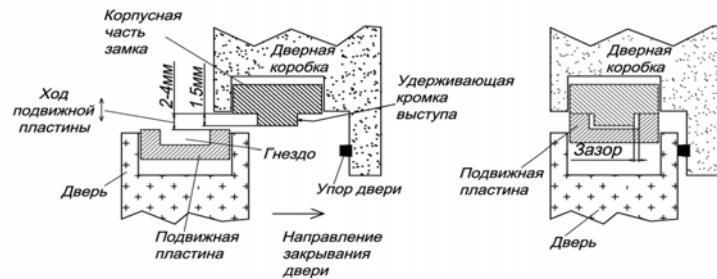

Рис.7
5.6 В закрытом положении двери между рабочими кромками на удерживающем выступе и в гнезде должен сохраняться гарантированный ЗАЗОР. При этом подвижная пластина якоря не должна защемляться из-за влияния уплотнения двери, деформации дверного полотна, неточной навески петель и других факторов создающих «отдачу» двери при закрывании (рис. 7).